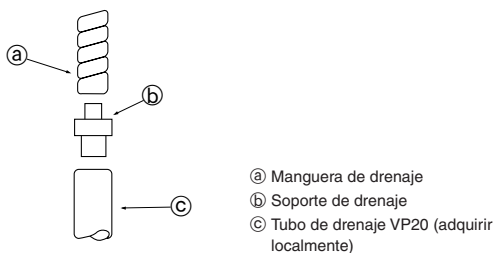

Fig. 5-1
5.1. Trabajo de tubo de drenaje (Fig. 5-1)
- Cuando conecte el VP20 utilice el soporte de drenaje accesorio ②. Fije bien el soporte al tubo con cinta adhesiva de cloruro de vinilo para que no gotee.